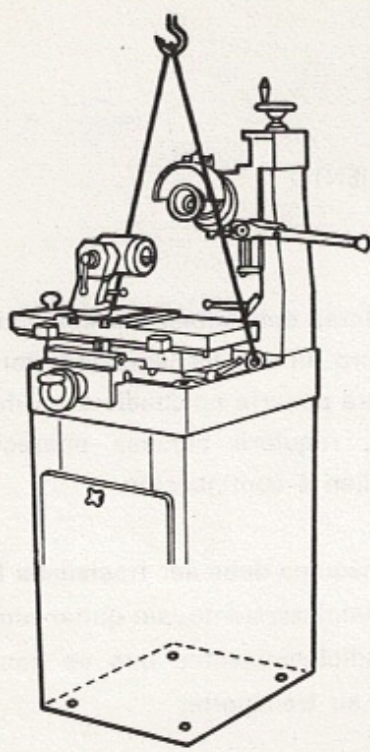

Fig. 3
5.º Es preferible que la máquina quede sujeta en su lugar de trabajo habitual, ya sea en el suelo cuando vaya equipada con la mesa soporte, o en un banco de ajuste o similar, cuando no vaya equipada con la mesa soporte. Véanse figs. 3 y 4.